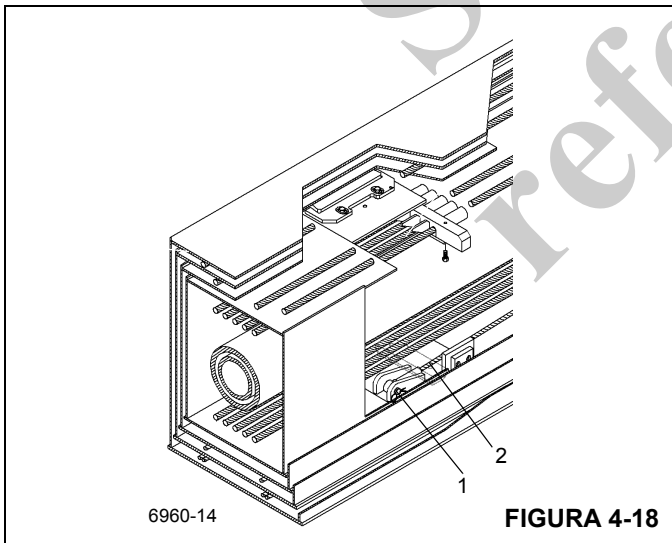

FIGURA 4-18
12. Retire los pasadores de pinza y pasadores (1) que fijan los cuatro cables de retracción (2) a la parte trasera de la sección de extremo (Figura 4-18).